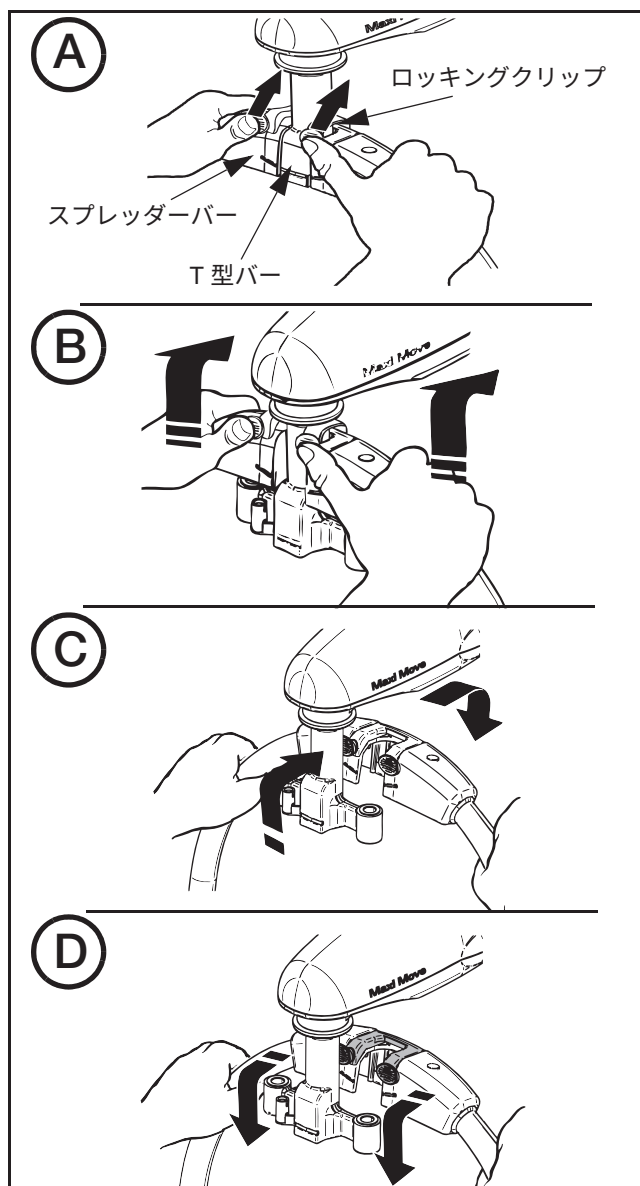

図 15
**取付具を取り付けるには：**必要なスプレッダーバーを選択し、ロックングクリップの親指パッドを手前に向けた状態で、スプレッダーバーの凹部を T 型バー軸にはめ込みます（図 15D を参照）スプレッダーバーが T 型バーに沿って下方に下がり、ロックングクリップが完全に接続したことを確認します。（図 15 参照）。